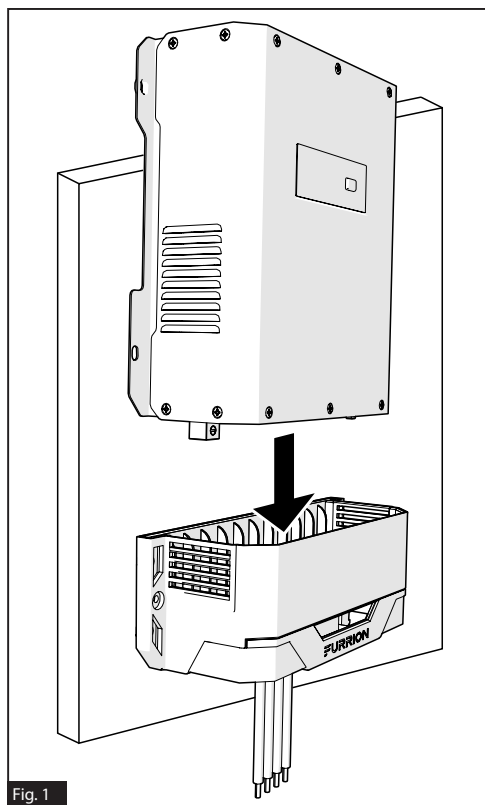

Fig. 1
1. Insérez le régulateur MPPT dans le support de montage pour régulateur de charge solaire (FSCC60PWM-BL). (Figure 1)